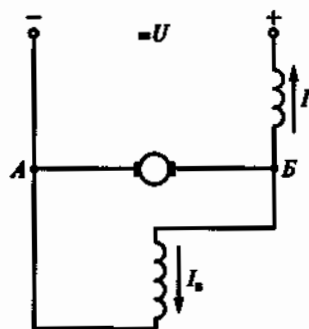

Рис. 239
10.20. Как направлены ЭДС E и ток якоря I_a в генераторе со смешанным возбуждением, схема которого приведена на рис. 239?